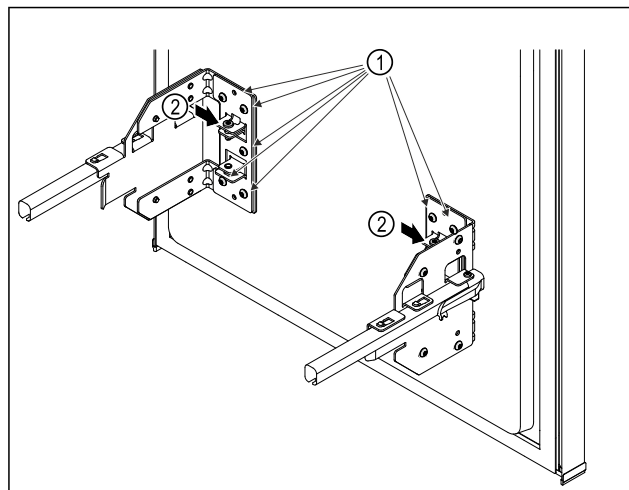

Fig. 8
- ▶ Немного открутите винты Fig. 8 (1).
- ▶ Поверните винты Fig. 8 (2), чтобы сместить выдвижной отсек вперед или назад.
- ▶ Затяните винты Fig. 8 (1) до упора.